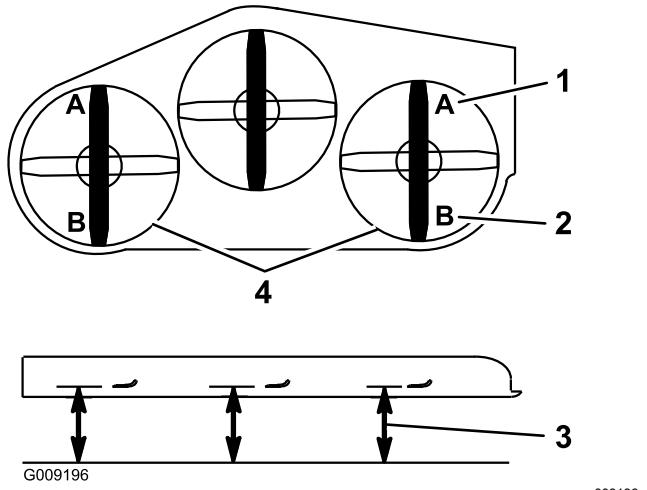

**Figura 98**
- Empuje el pedal de elevación de la carcasa hacia delante del todo; la carcasa se enganchará en la posición de transporte de 14 cm (5½") (Figura 98).